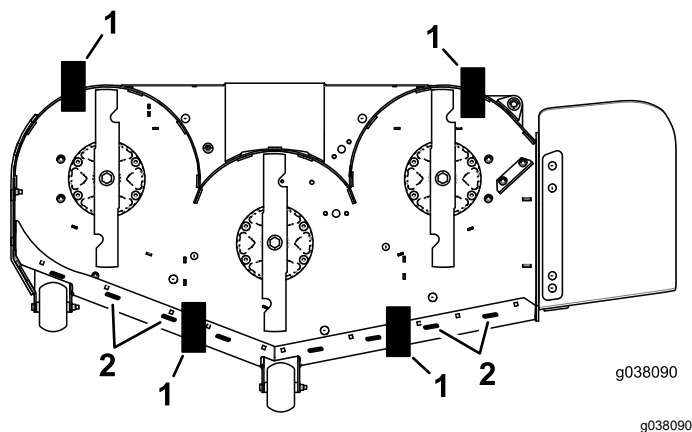

Figura 104
11. Coloque 2 bloques (ver *Altura de bloque y soporte*) debajo del borde trasero del faldón de la carcasa de corte, uno en cada lado de la carcasa de corte (Figura 104).